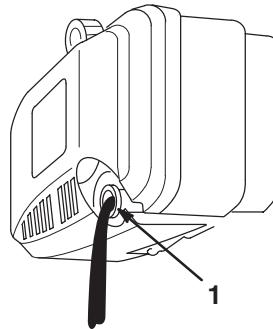

Figure 23
6. Basculez la tondeuse sur le côté *gauche* pour permettre à l'huile de s'écouler dans le bac de vidange (Fig. 23).